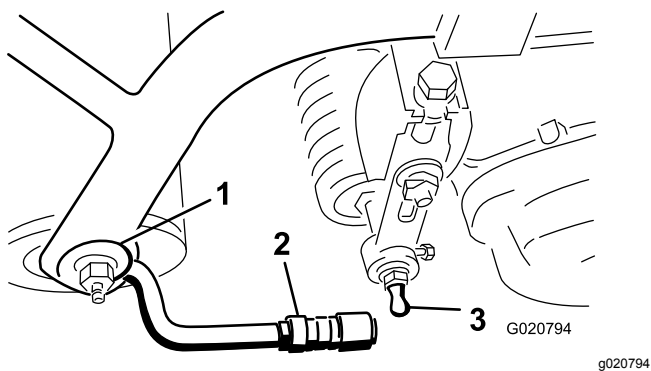

図 8
3. スリーブをボールジョイントの位置まで引き戻し、レシーバーをカッティングユニットのボールスタッドに引っ掛ける。スリーブから手を離すとスタッドとジョイントが結合・ロックする **図 8**。